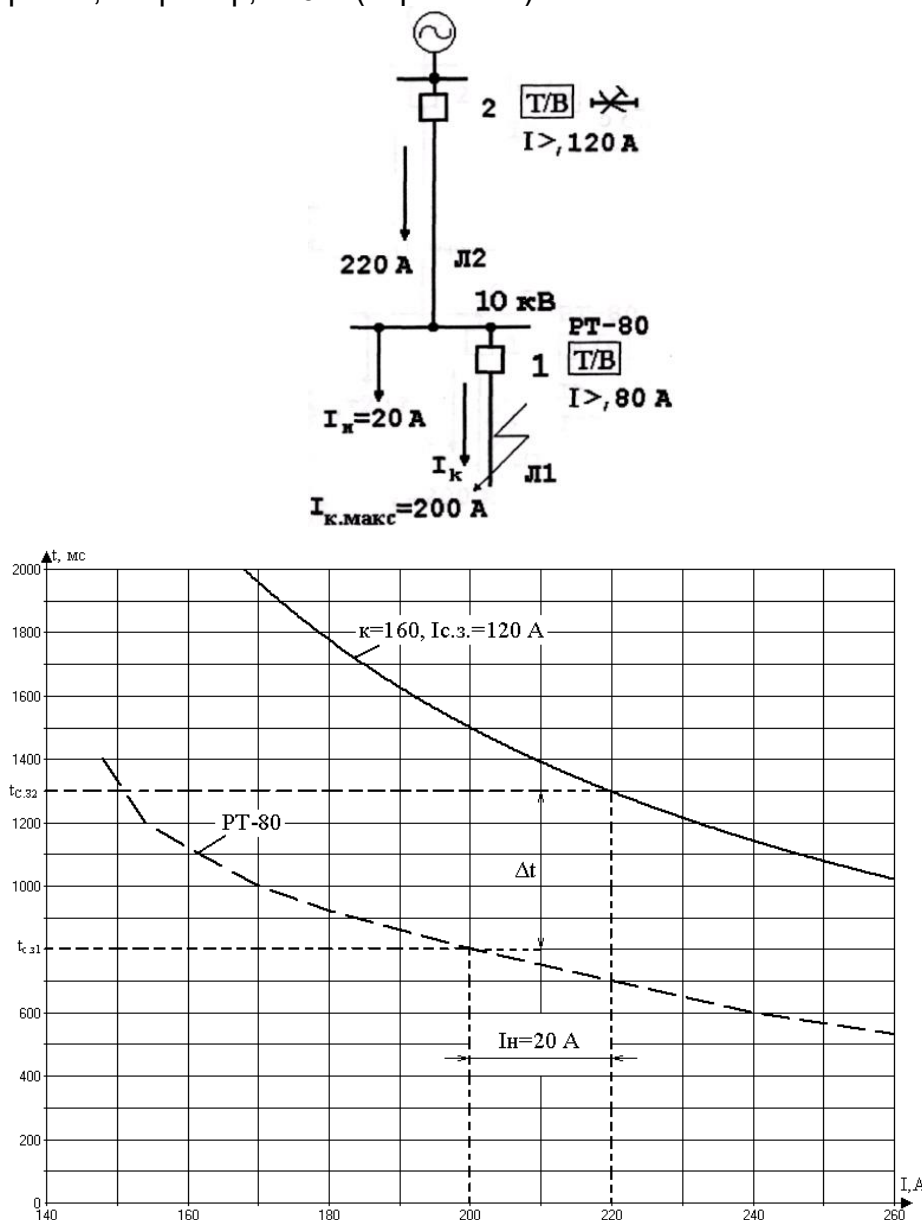

Рисунок 11.8 – Пример согласования характеристик устройств МР 700-й серии и дискового индукционного реле РТ-80
Случай 1. На предыдущей (нижестоящей) линии Л1 установлена защита с индукционным реле РТ-80 с обратнoзависимой времятоковой характеристикой (рисунок 11.8) с известными уставками, а на последующей (вышестоящей) линии 2 надо выбрать обратнoзависимую характеристику МТЗ. Предположим, что ток срабатывания защиты 2 уже выбран по условиям (1), (2) и (5) и равен, например, 120 А (первичных).
Время срабатывания защиты 1 при КЗ в начале защищаемой линии ($I_{к.макс} = 200\text{ А}$) определяется по типовой характеристике реле РТ-80 равным $t_{с.з.1} = 0,8\text{ с}$ (рисунок 11.8). Принимая $\Delta t = 0,5\text{ с}$, получаем, что для устройства МР $t_{с.з.2} = 0,8 + 0,5 = 1,3\text{ с}$ при $I_{расч} = 220\text{ А}$.